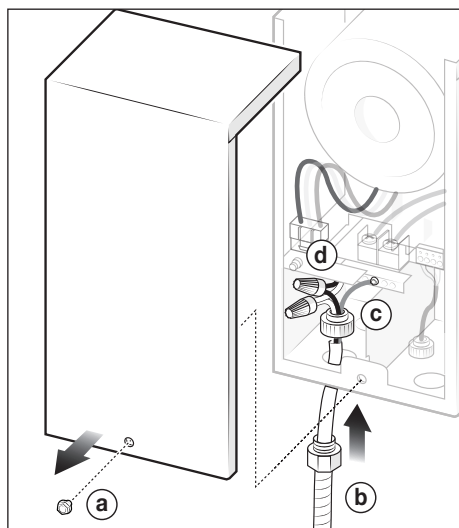

Figure 9. Connecter câbles haute tension
2. Enlever le couvercle. Le couvercle est maintenu en place par une vis, se reporter à la Figure 9 (a).
4. Visser un connecteur de conduit conforme au code local dans l'alvéole défonçable du contrôleur de lumières, voir la Figure 9 (b).
6. Connecter le fil de terre vert à la borne de terre du contrôleur de lumières, voir Figure 9 (c).
7. Utiliser des serre-fils pour connecter les fils de ligne (noir à noir) et les fils neutres (blanc à blanc), voir Figure 9 (d).